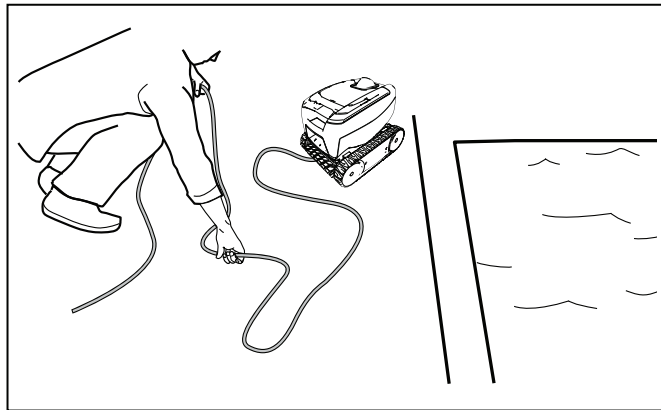

Figura 13. Desenredar el cable flotante
2. Comenzando por el cabezal del limpiafondos, deshaga los bucles y vueltas del cable (Figura 13). Extienda el cable al sol para que se afloje y desaparezcan las marcas de enredo.